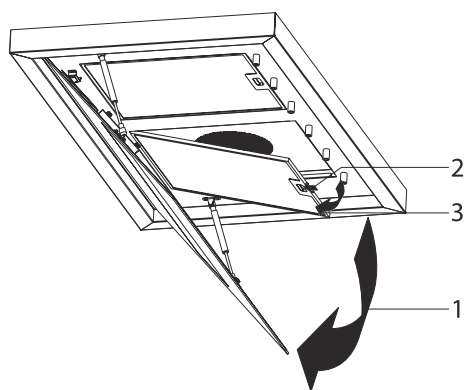

Abb. 25: Entfernen des Metallfettfilters
1. Öffnen Sie den Seitenabzugsglas (Abb. 25).
3. Öffnen Sie die Verriegelung der Metallfettfilter (Abb. 25/2) und schützen Sie mit Ihrer anderer Hand den Aluminium Metallfilter gegen Sturz.
4. Neigen Sie den Metallfettfilter nach vorne und nehmen Sie es ab (Abb. 25/3).